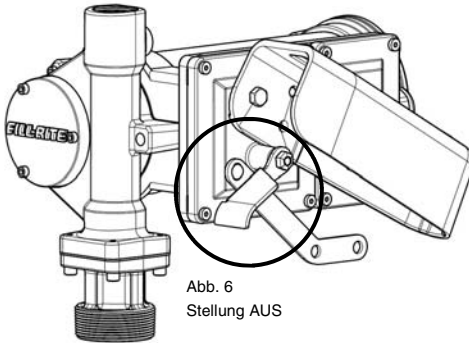

Abb. 6
6. Den Schalthebel auf AUS stellen, um die Pumpe auszuschalten (Abb. 6).